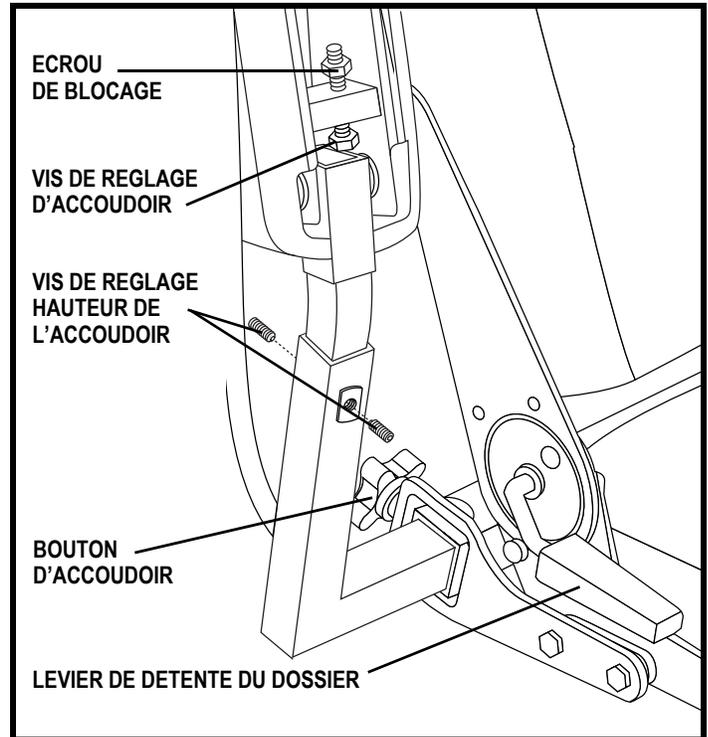

Figure 19. Réglages accoudoirs et dossier
**NOTE:** *Le trousse de réglage de siège la plus commune est illustrée dans la figure 19. Il se peut que votre produit soit configuré différemment. Toutes les configurations fonctionnent de la même manière.*
Si votre fauteuil motorisé est équipé d'un siège à dossier inclinable, vous pouvez changer l'inclinaison du dossier. Le levier est situé sur le côté droit de la base du siège. **Voir la figure 19.**
1. Repérez les deux boutons de réglage sur le support des accoudoirs. **Voir la figure 19.**
1. Relevez l'accoudoir perpendiculaire au plancher. **Voir la figure 19.**
1. Desserrez la vis de réglage sur le support d'accoudoir. **Voir la figure 19.**